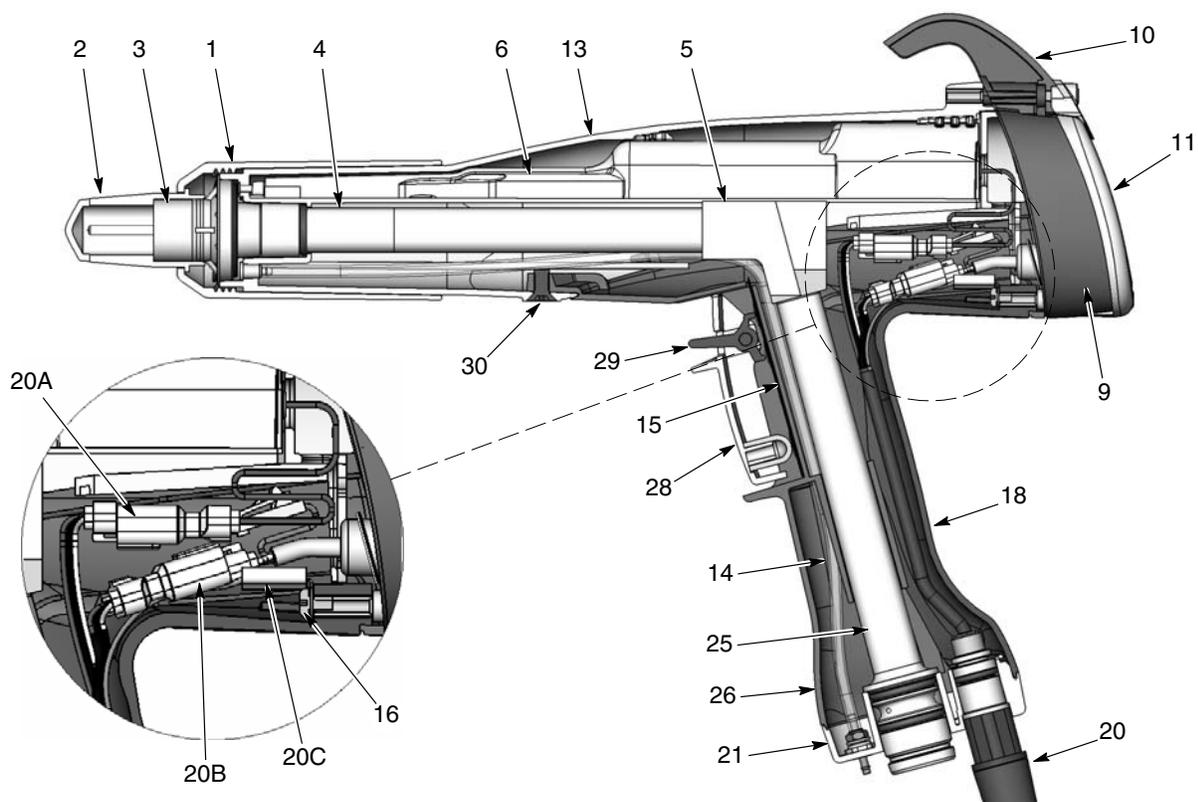

Figura 6-1 Sección Vista de la pistola de aplicación (los números de ítem de esta sección coinciden con los números de ítem de la lista de piezas)
2. Ver la figura 6-1. Desatornillar la tuerca de la boquilla y extraer la boquilla y el conjunto del electrodo de la pistola de aplicación.